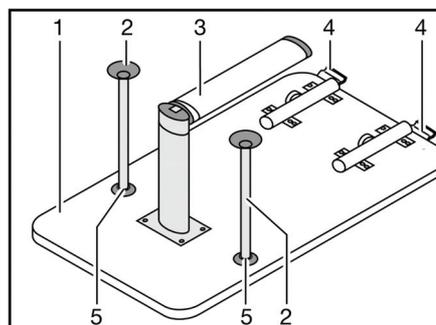

Bild 76 Bettunterbau
- Die Tischplatte (Bild 76,1) vorne ca. 45° anheben.
- Den unteren Teil des Gelenkstützfußes (Bild 76,3) um 90° umklappen. Dazu je nach Modell den unteren Teil des Gelenkstützfußes nach unten ziehen oder den Entriegelungsknopf drücken.
- An der Verriegelung (Bild 76,4) den Entriegelungsknopf drücken.
- Je nach Modell die beiden zusätzlichen Stützfüße (Bild 76,2) in die Aufnahmen (Bild 76,5) an der Unterseite der Tischplatte stecken.